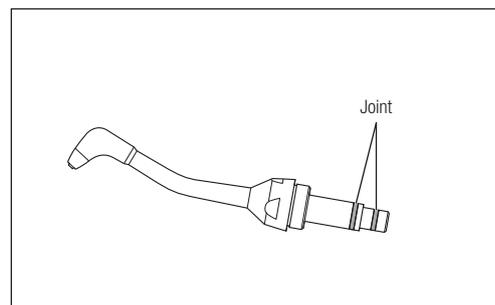

Fig. 46
- 2) Retirez les joints de la base de l'embout à l'aide d'une aiguille, etc. (Fig. 46). S'il y a de la poudre dans les rainures du joint, nettoyez-les avant d'insérer le nouveau joint.